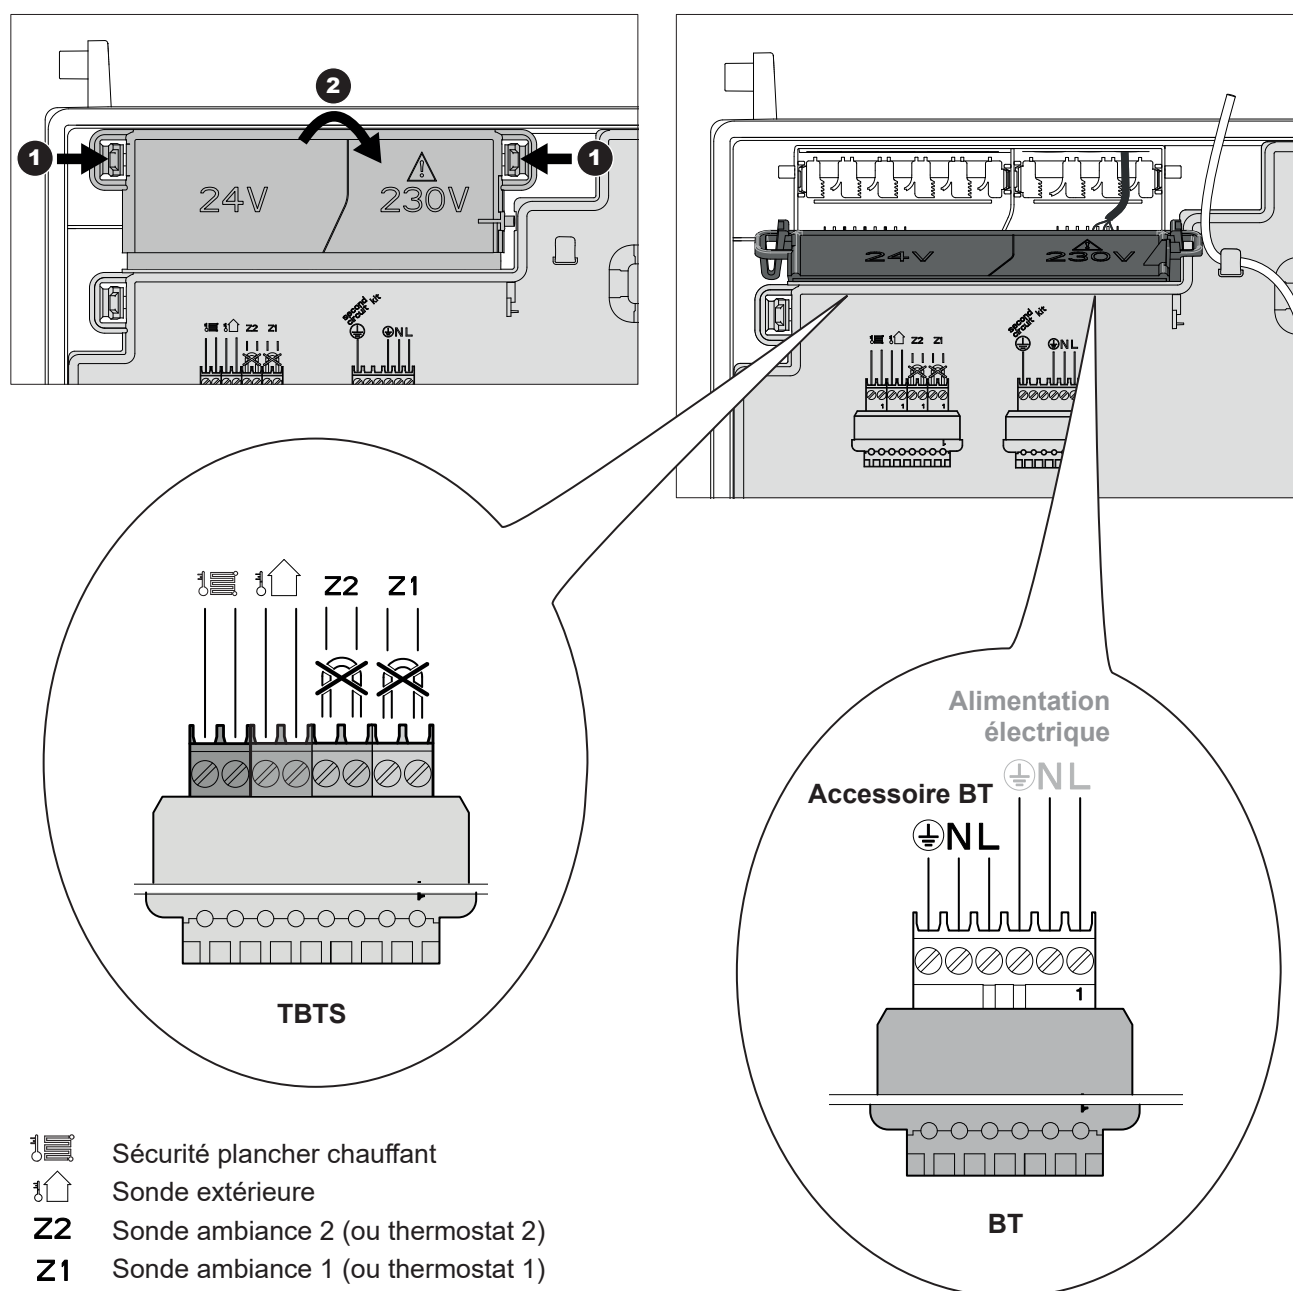

fig. 20 - Accès borniers
- Effectuer les raccordements suivant les schémas (fig. 18 et fig. 20).